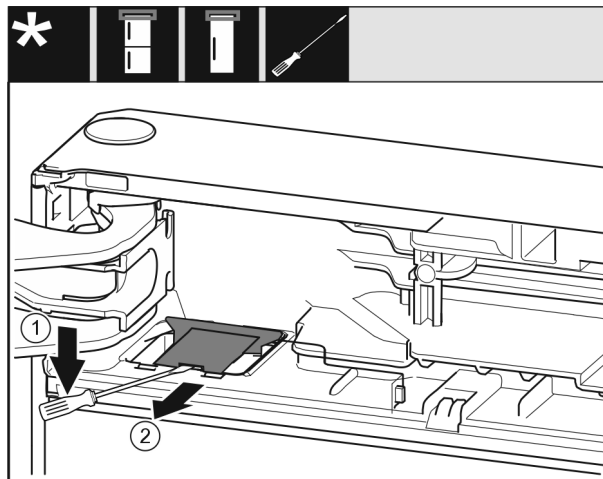

Fig. 10
- Με ένα ίσιο κατσαβίδι ξεκουμπώστε το κάλυμμα και αναμοχλεύστε το. Fig. 10 (1)
- Αφαιρέστε το κάλυμμα. Fig. 10 (2)